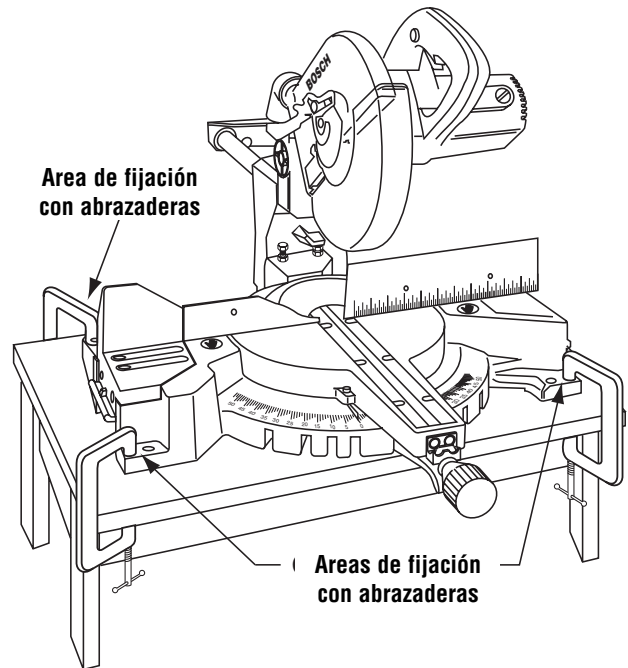

Figura 16. Montaje portátil usando abrazaderas
- Coloque dos (2) o más abrazaderas en “C” en las áreas de fijación con abrazaderas y fijelas (Figura 16).